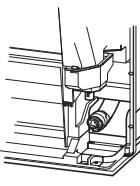

Fig. 4
- Når afløbsrøføringen udføres, skal du sikre dig, at afløbsslangen (1) føres som vist. (Fig. 4)
- Opkravningsarbejde (Fig. 4, 5). Hold kobberrøret i den størrelse, der er vist i skemaet. Vælg A (mm) fra skemaet i henhold til det værkøj, du benytter.